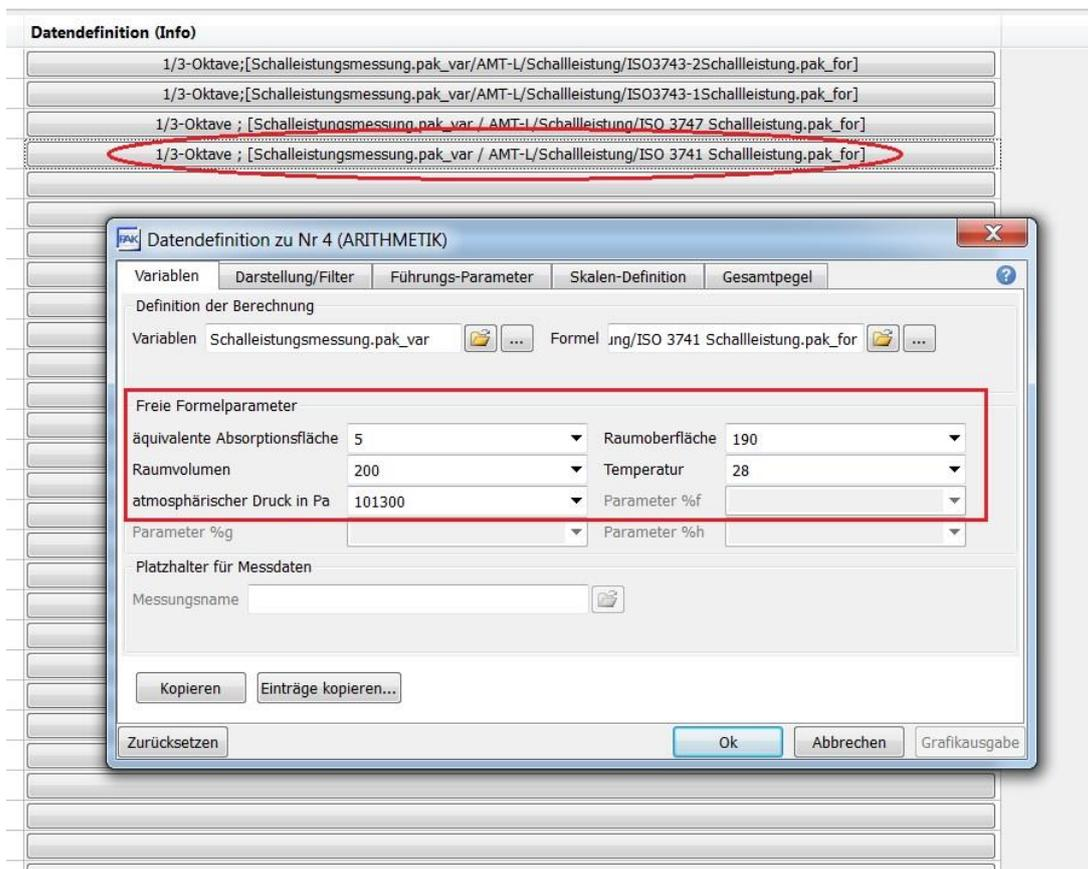

Abb. 33 – Eingabe freier Formelparameter in der Datendefinition (hier: ISO 3741)
- Datendefinition **ISO 3741** (siehe Abb. 33)